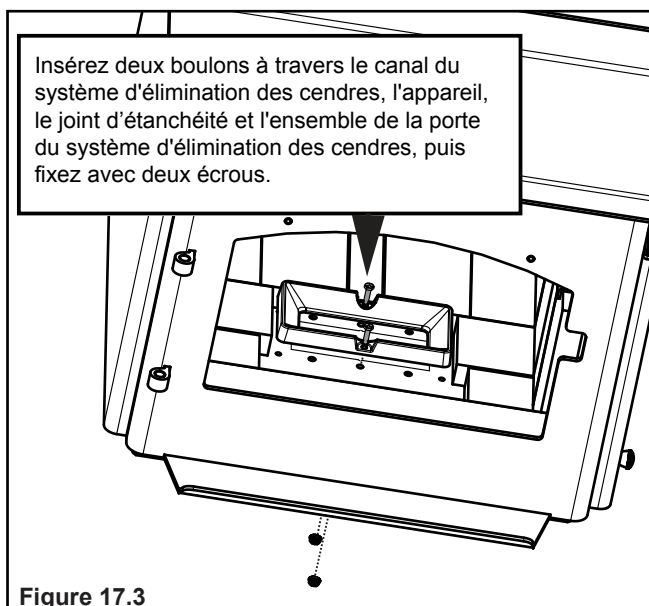

Figure 17.3
- À l'aide de deux boulon et deux écrous à embase, fixez la rainure de l'ARS avec la clé ouverte 3/8 et la clé à douille 7/16 (**Figure 17.3 à la page 17**).
11. À l'aide de 2 boulon et 2 écrous à embase, fixez la rainure de l'ARS avec la clé ouverte 3/8 et la clé à douille 7/16 (**Figure 17.3 à la page 17**).